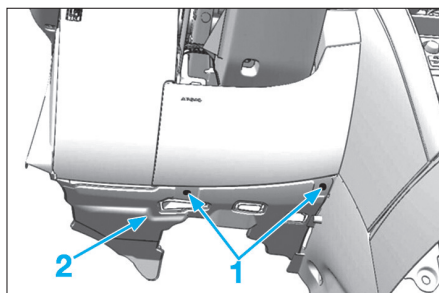

Fig. 10
• Déposer les agrafes (1) puis déposer l'insonorisant sous la planche de bord (2) (Fig.10).